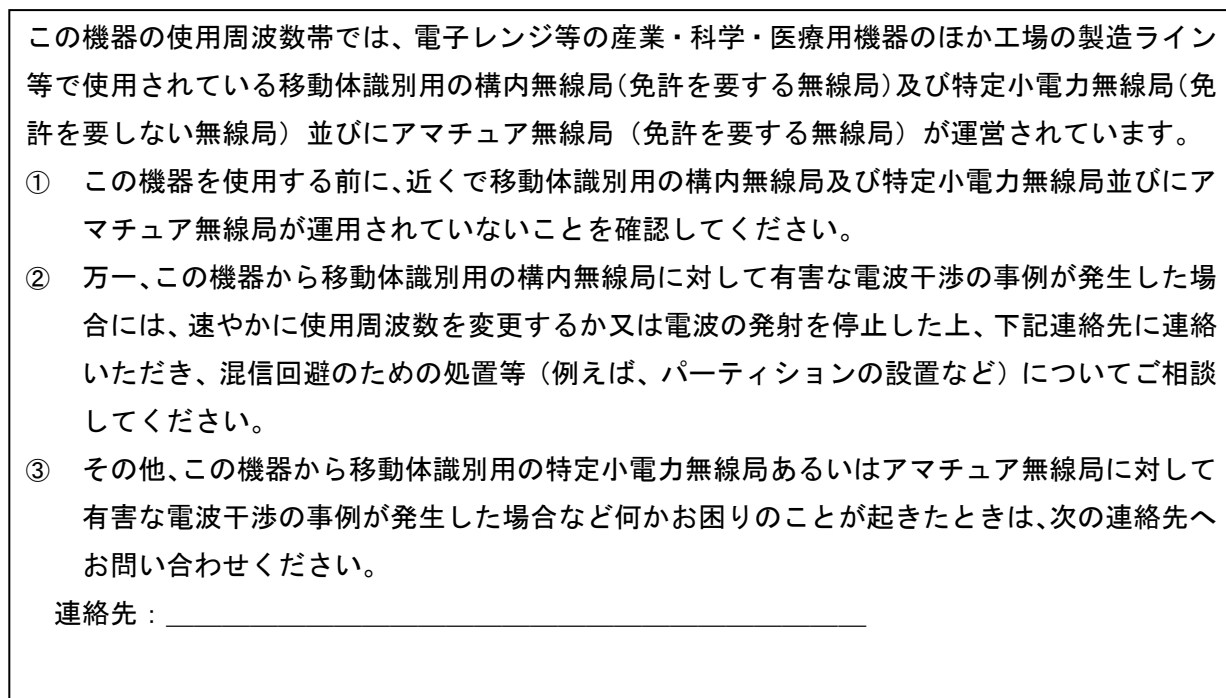

図 10 注意書き (ARIB STD-66 より転載)
- ・ 本モジュールを機器に組み込む場合、取扱説明書、ステッカー、カタログ・パンフレット・ホームページなどに図 10 の注意書きを連絡先とともに記載する必要があります。